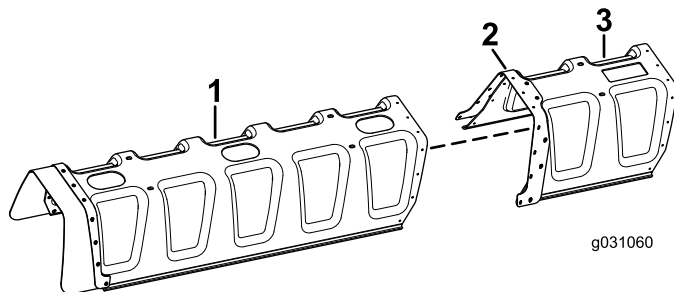

图5
1. 将 11 喷嘴喷洒臂护罩上的孔与连接至 12 喷嘴喷洒臂护罩的加强板上的孔对齐（图5）。